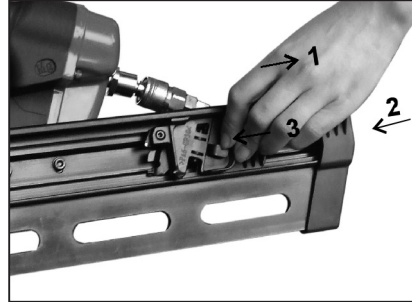

Rysunek 2
1. Wyciągnąć suwak podajnika do tyłu, aż do zadziałania zapadki (patrz rys. 2).